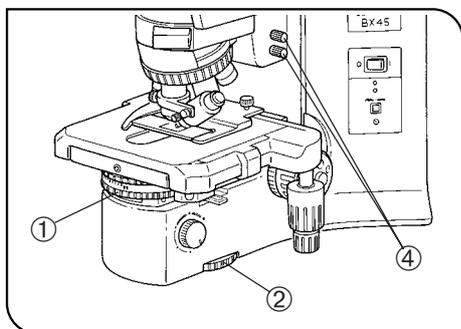

Abb. 33
2 Vorgehensweise beim Mikroskopieren (Abb. 33 - 35)
9. Das Zentrierfernrohr U-CT30 entfernen und durch das Okular ersetzen. Die Zentrierschrauben am dafür vorgesehenen Aufbewahrungsort ④ an der rechten Seite des Mikroskopstativs aufbewahren, um sie nicht zu verlieren. (Abb. 33)
1. Den Revolver (① in Abb. 33) drehen und das BX45-DFA in den Strahlengang einschwenken.
1. Den Revolver (① in Abb. 33) drehen und Hellfeld (BF) für Durchlichtmikroskopie einstellen.